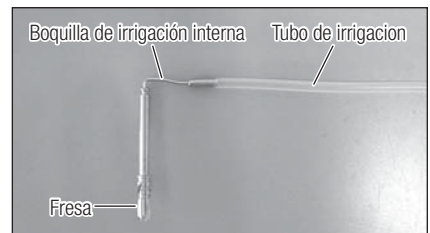

Fig. 15
- 3) Introduzca la boquilla de irrigación interna en la fresa desde la parte posterior (Fig. 15).